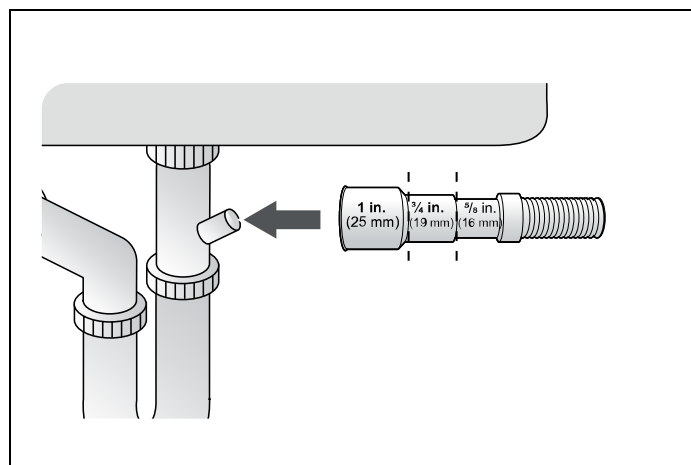

Fig. 18
3) Compruebe el tamaño del conector de la manguera de desagüe del fregadero. Si es necesario, corte la manguera de desagüe para que su extremo encaje en el conector del fregadero (5/8", 3/4" o 1" - como se muestra en Fig. 18). Si el extremo de la manguera de desagüe no encaja en el conector de la manguera de desagüe del fregadero, utilice un adaptador que puede adquirir en una tienda de suministros de fontanería/ferretería.